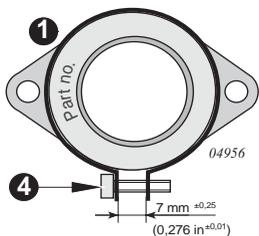

fig. 220
Ver fig. 220 y 221.
■ **ATENCIÓN:** Apretar la abrazadera solo hasta que quede una separación de 7 mm (.275 in.) entre las dos pestañas. Ver la fig. 220.